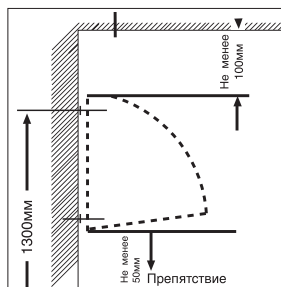

Рисунок 2
1. Выполните в стене 4 отверстия диаметром 8 мм, вставьте в отверстия дюбели, входящие в комплект поставки (рис. 2).